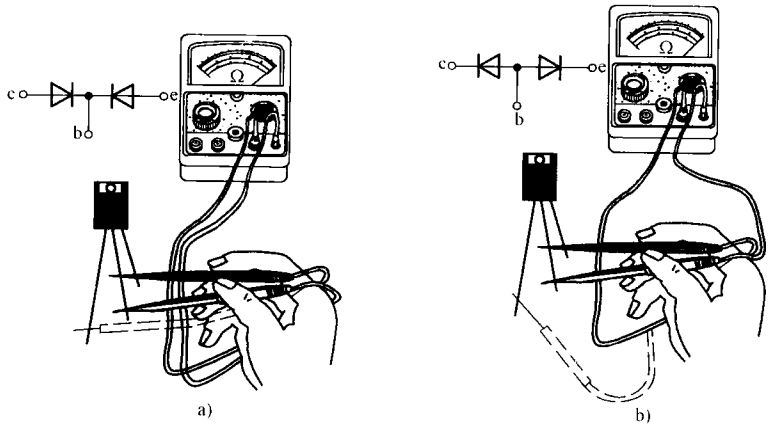

图 1-10 三极管基极的判别
(1)三极管基极的判别:将万用表置于 $R \times 100$ 档,任意选定一个管脚为基极,将黑表笔与之相接,用红表笔分别接其他两极,若两种情况下测得的阻值基本相同,则所假定的管脚为基极;否则,另选一管脚重复上述测试,直到得到上述结果为止,如图 1-10 所示。